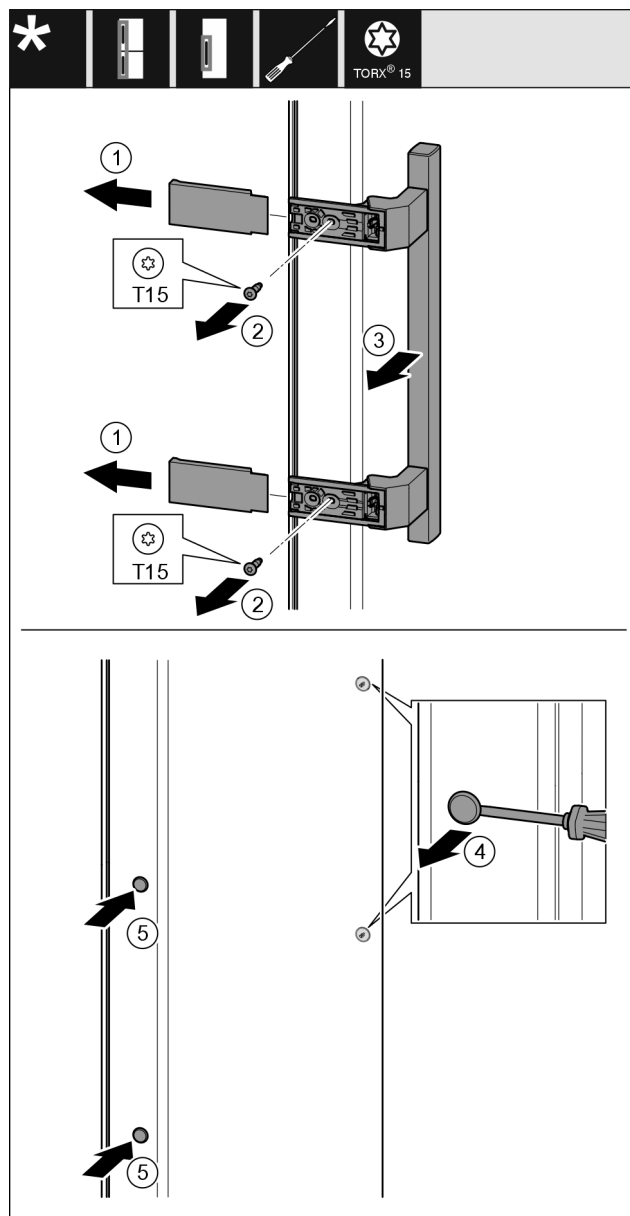

Fig. 46
- Togliere la copertura Fig. 46 (1).
- Estrarre le viti Fig. 46 (2) con un cacciavite.
- Rimuovere la maniglia Fig. 46 (3).
- Sollevare il tappo laterale Fig. 46 (4) con cautela con un cacciavite a intaglio ed estrarlo.
- Reinserire il tappo Fig. 46 (5) sull'altro lato.